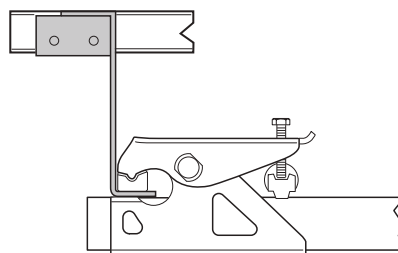

Fig. 20
- Per il telaio Eriba Touring, è obbligatorio il kit adattatori Eriba Touring (Fig. 20).